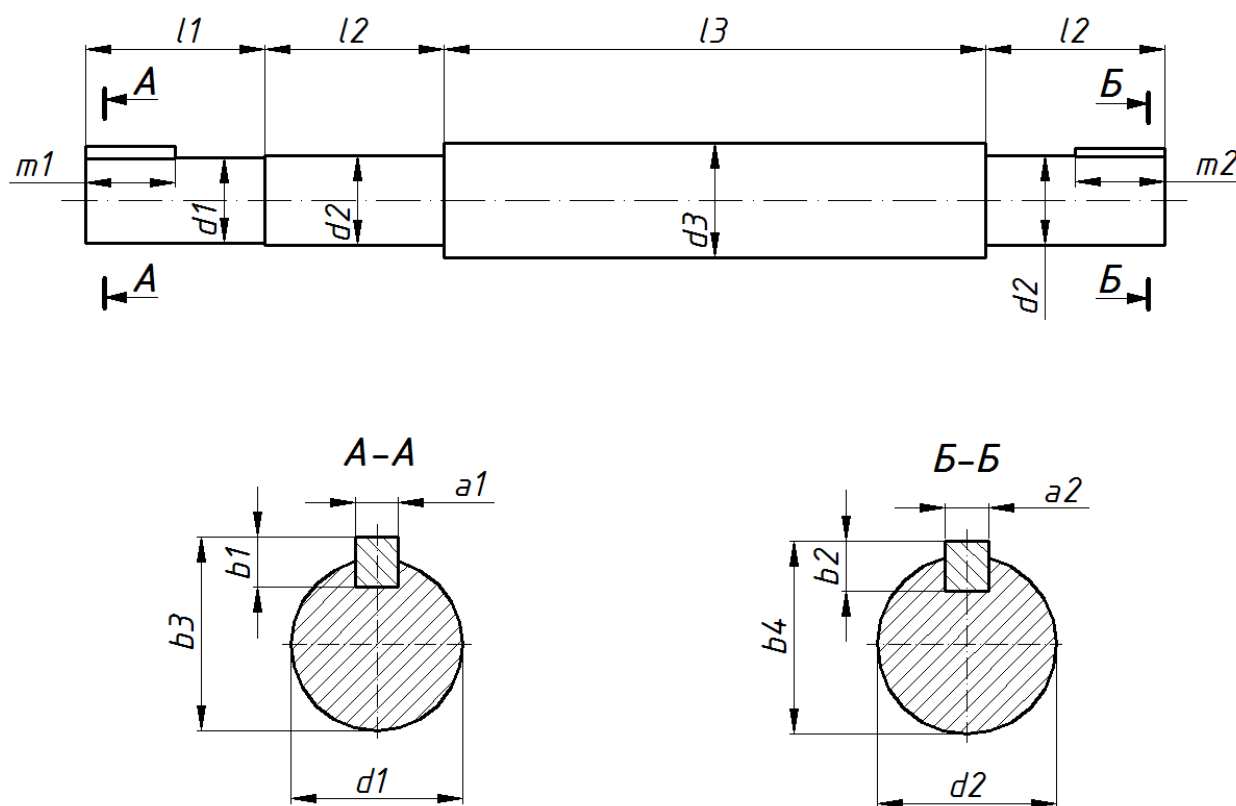

Рис.32
2. За допомогою графічного пакету SolidWorks та згідно з інструкціями, які викладені в розділі «Робота з графічним пакетом SolidWorks» виконати конструювання валу асинхронної машини зображеного на рис.32.
1. На рис.32 наведена конструкція валу зі шпонками асинхронних машин з короткозамкненим ротором серії 4А з висотою осі обертання до 250 мм. Розміри валу згідно з заданим варіантом наведені в табл.7.1.